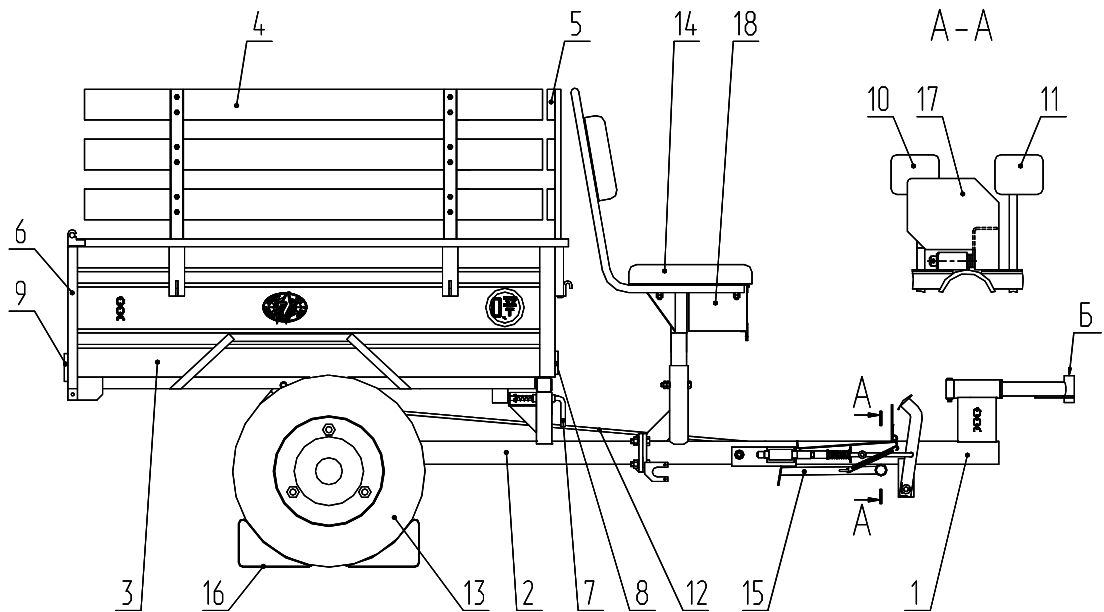

Рис. 1 – Адаптер 2, зібраний для транспортування вантажів (транспортне положення)
1.3.1 Адаптер 2 в транспортному положенні складається з передньої і задньої рами, сидіння для оператора, кузова, бортів і коліс, див. рисунок 1.
- перемістити і звільнити із зачепа фіксатор кузова (7), див. рисунок 1;
- приєднати адаптер до мотоблока через зчіплювач, введенням шворня (входить до комплекту мотоблока) в отвір Б зчіплювача, див. рисунок 1;